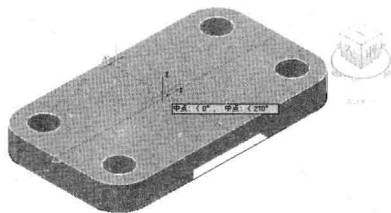

图 9-6-4
(7) 在“实体编辑”面板中单击“差集”按钮, 单击拉伸实体, 按 Enter 键; 单击长方体, 按 Enter 键, 差集运算后, 实体底部被挖除了一部分。
(8) 依次单击状态栏中的“DUCS”按钮和“对象捕捉追踪”按钮, 启动这两项功能。选择菜单命令“绘图/建模/圆柱体”, 将光标移至实体顶面上, 当平面显示出虚线时, 将光标移至边线的中点, 捕捉边线中点后, 当显示追踪线时再捕捉另一边的中点, 当显示两条追踪线时, 捕捉并单击两条追踪线的交点, 该交点作为圆柱体底面的中心点, 如图 9-6-4 所示。